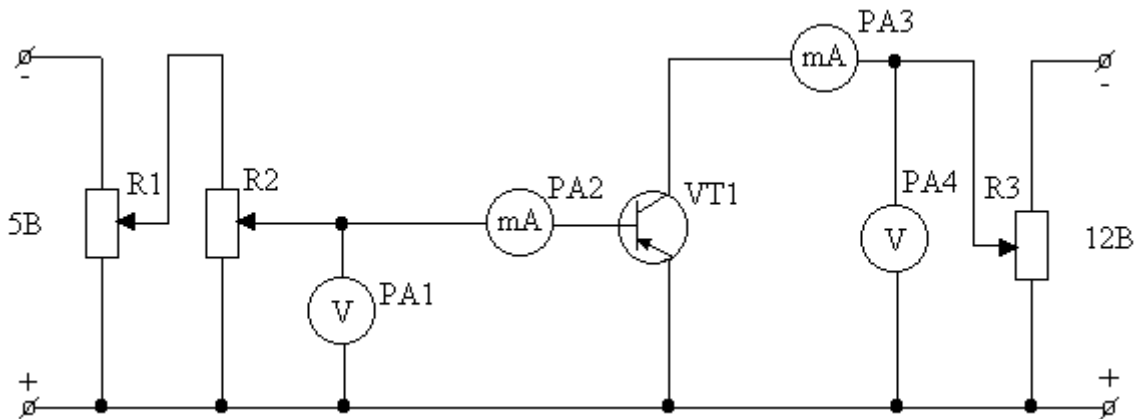

Рисунок 7.1 – Схема дослідження біполярного транзистора, який включено за схемою із спільним емітером
На рис. 7.1 наведена схема дослідження біполярного транзистора при включенні його із спільним емітером.
1. Зібрати схему відповідно до рис. 7.1.